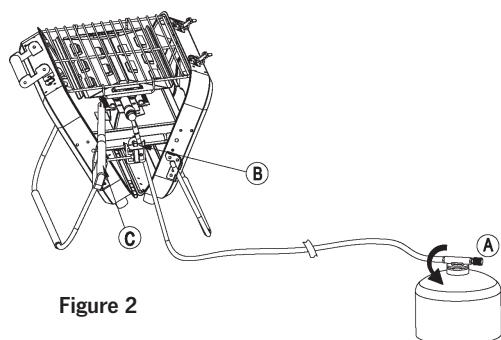

Figure 2
**UTILISER LE GRIL À GAZ****1. Allumage piézoélectrique (Figure 2, page 37)**
Comme le montre la **figure 2-A**, tournez le bouton ⑪ dans le sens inverse des aiguilles d'une montre d'environ 1/3 de tour (la flèche pointe vers "+", tournez-le correctement lorsque la bouteille est pleine) pour ouvrir le gaz.
Comme illustré à la **Figure 2-B**, appuyez plusieurs fois sur le bouton ⑨ jusqu'à ce que le gril à gaz s'allume.
Placez l'allume-bâton près du brûleur (**Figure 2-C**), tournez le bouton rotatif ⑪ dans le sens inverse des aiguilles d'une montre (la flèche pointe vers «+»), allumez lentement le gaz et appuyez sur le bouton de l'allume-bâton (**Figure 2-C**).